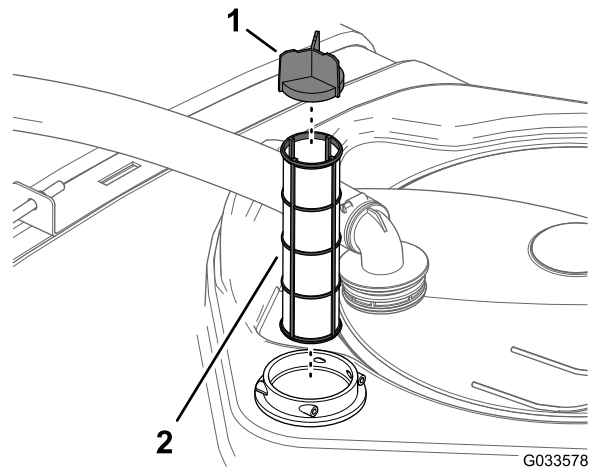

図 108
4. フィルタハウジングタンク内部から古いフィルタを取り出す 図 108。